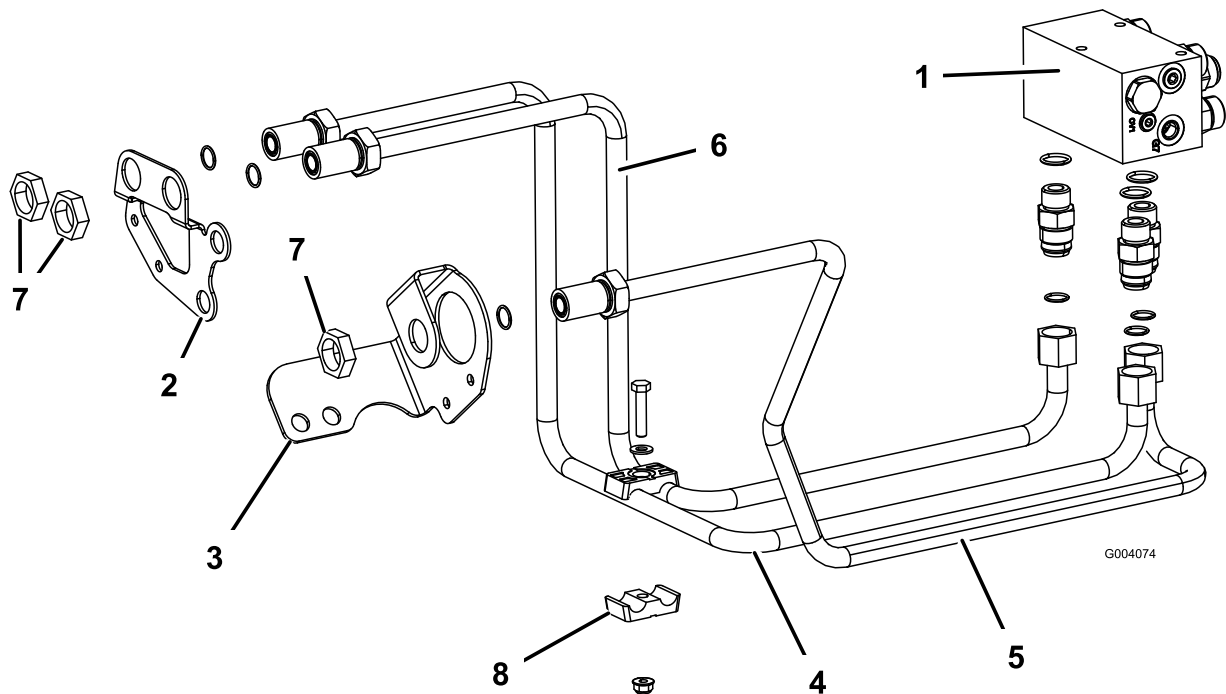

Bild 9
1. Verlegen Sie das Hydraulikrohr, Bestellnummer 108-7624, vom linken Verteiler, der mit „RF“ beschriftet ist, zum rechten Loch in der rechten Rahmenschotthalterung (Bild 9).
2. Befestigen Sie das Ende des Hydraulikrohrs mit einer Schottsicherungsmutter am Verteileranschlusstück und der Vorderseite der Schotthalterung (Bild 9).
3. Verlegen Sie das Hydraulikrohr, Bestellnummer 108-7626, vom mittleren Verteiler, der mit „REV“ beschriftet ist, zum Loch in der linken Rahmenschotthalterung (Bild 9).
5. Verlegen Sie das Hydraulikrohr, Bestellnummer 108-7625, vom rechten Verteiler, der mit „LF“ beschriftet ist, zum linken Loch in der rechten Rahmenschotthalterung (Bild 9).
7. Befestigen Sie die zwei rechten Schottleitungen mit den Rohrklemmenhälften, der Kopfschraube (5/16" x 1-1/2"), der Flachscheibe (0,344 x 0,688) und einer Sicherungsmutter (5/16") (Bild 9).